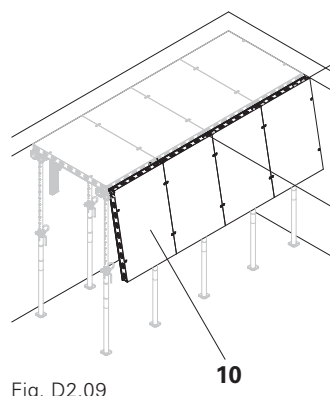

Fig. D2.09
1. Accrocher les panneaux DP (10). (Fig. D2.09)